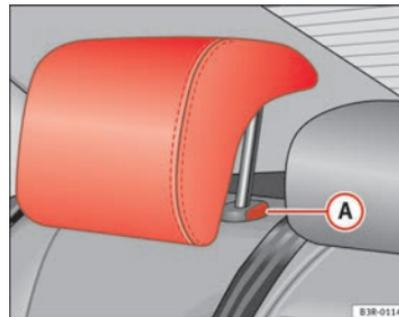

Fig. 112 Places latérales de la banquette arrière : Appuie-tête
- Appuyez sur la touche **A** ⇒ page 145, fig. 112 et baissez l'appuie-tête.
- Appuyez sur la touche **A** ⇒ page 145, fig. 112 et extrayez en même temps l'appuie-tête.